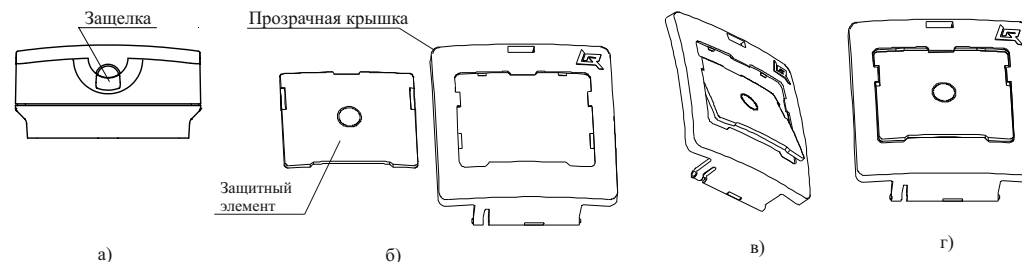

Рисунок 4
6.14 Для того, чтобы вставить защитный элемент необходимо открыть прозрачную крышку, поддев защелку в верхней части корпуса острым предметом (рисунок 4, а). Далее прозрачная крышка показана отдельно от корпуса (снимать крышку с корпуса УДП не следует). Защитный элемент в положении, показанном на рисунке 4, б, ввести верхней кромкой в середину выреза прозрачной крышки (рисунок 4, в) и, повернув, совмещая плоскости, защелкнуть нажатием на кромки защитного элемента (рисунок 4, г).